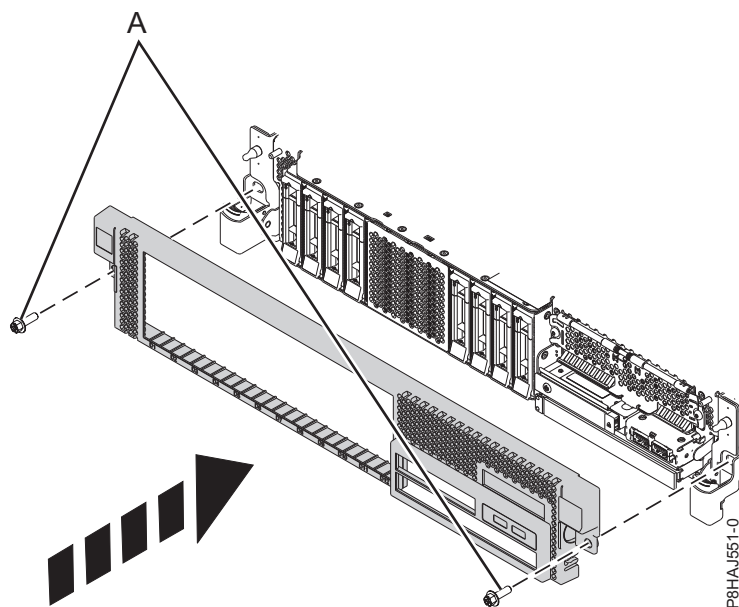

Abbildung 14. Vordere Abdeckung installieren
3. Schließen Sie die Entriegelungshebel: Schieben Sie sie in die in Abb. 14 auf Seite 35 gezeigte Richtung. Die Abdeckung schnappt ein und weist eine Vertiefung auf, an der Sie sie leichter festhalten können.
4. Setzen Sie die Transportschrauben (A) wieder ein.